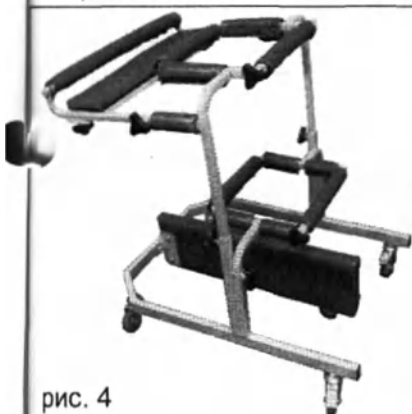

рис. 4
8.5. При использовании опоры без «штанишек» (рис.4) нужно опустить нижнюю раму (2) на уровень колен, что служит для предупреждения ходьбы с согнутыми коленями.